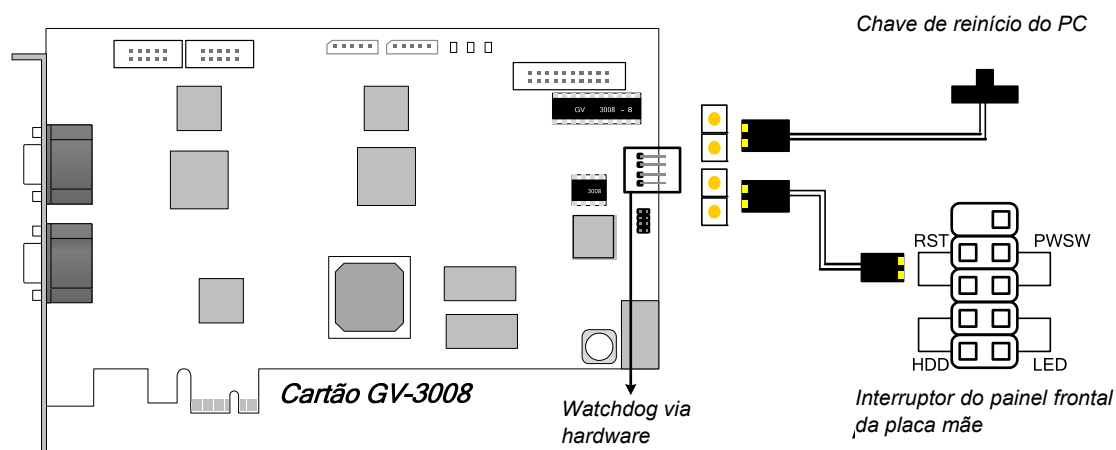

Figura 1-13
- Conecte o fio de ligação direta Watchdog via hardware fornecido (Figura 1-13)
- **Conexão de Watchdog de hardware:** Conecte o fio de ligação direta Watchdog via hardware à Placa Principal apenas (Figura 1-13).